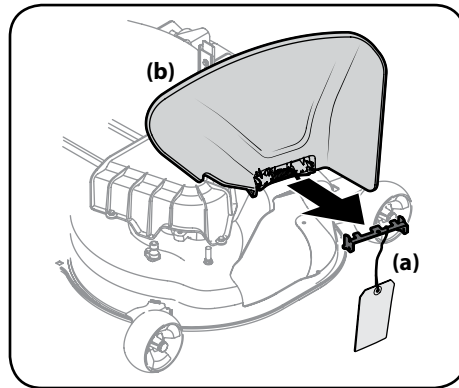

Figura 2-17
4. Inspeccione la plataforma de corte para ver si hay una traba de seguridad (a) que puede estar sujetando el deflector del canal (b) hacia arriba para el envío. Si hay una traba de seguridad (a), se la debe extraer antes de hacer funcionar el tractor. Sosteniendo el canal deflector (b) totalmente hacia arriba, extraiga la traba de seguridad (a). Baje el canal deflector (b) y descarte la traba de seguridad (a). Consulte la Figura 2-17.